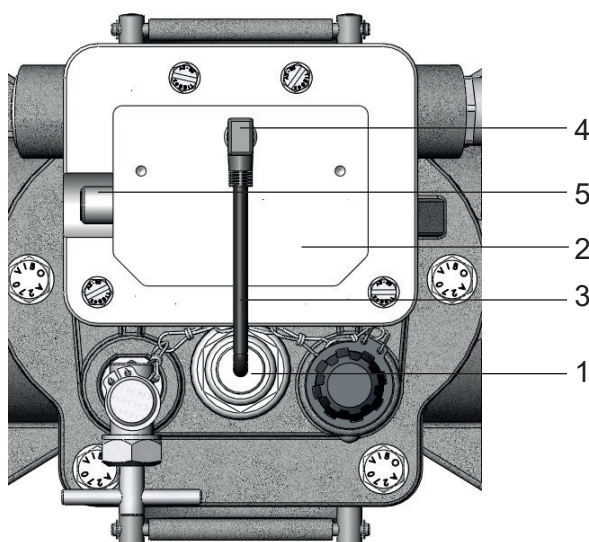

Figura 8 - Cubierta de la caja de bornes
La sonda (Figura 8/ No. 1) está integrada en la tapa del relé Buchholz. En la cubierta de la caja de bornes está integrada la unidad amplificadora y de evaluación electrónica (Figura 8/ No. 2). En el estado de entrega, ambas piezas se encuentran conectadas por el cable (Figura 8/ No. 3) y el enchufe LS (Figura 8/ No. 4). El abastecimiento de la tensión de servicio de c.c. 24 V, así como la transferencia de las señales se realizan mediante la salida de amplificador (Figura 8/ No. 5).
- Coloque el cable de 4 conductores con casquillo angular fundido M12 en el enchufe M12 de la salida de amplificador (Figura 8/ No. 5) (Recomendamos utilizar el cable de 4 conductores con casquillo angular fundido M12 del grado de protección IP 67 que suministramos con el aparato).